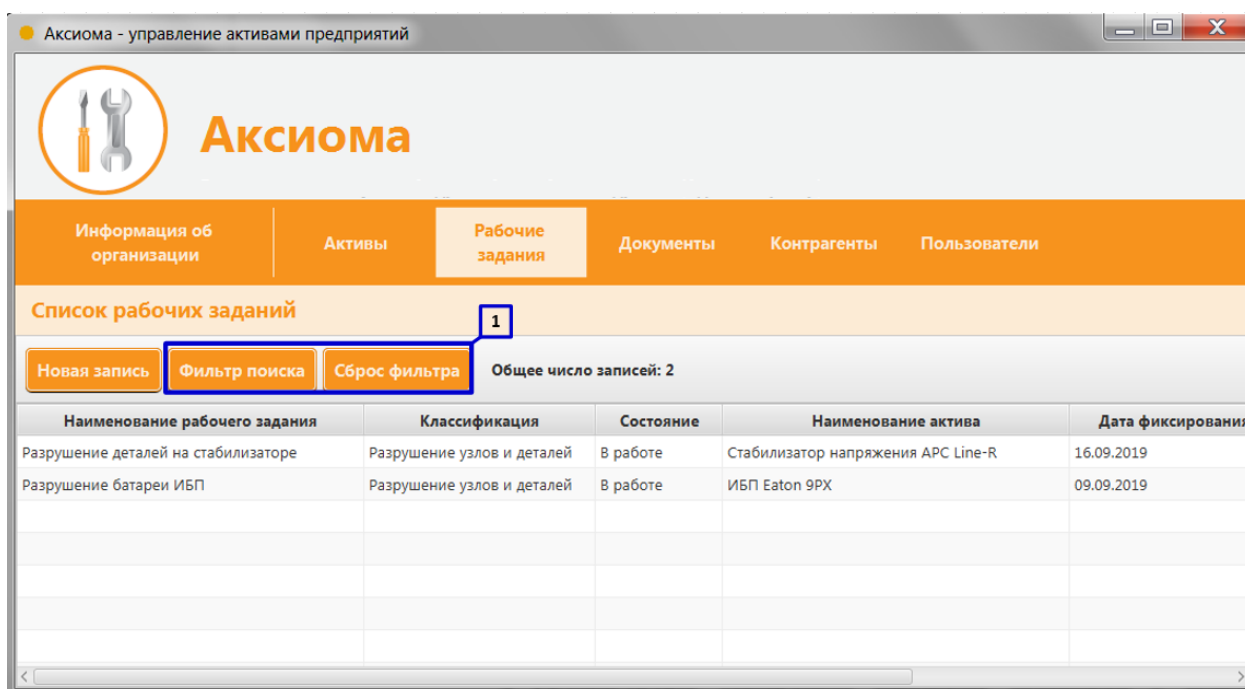

Рисунок 9. Поиск и фильтрация перечня рабочих заданий
1. Просматривать в виде списка все заведённые в системе рабочие задания и осуществлять поиск, фильтрацию и сортировку (Рисунок 9 пункт 1);